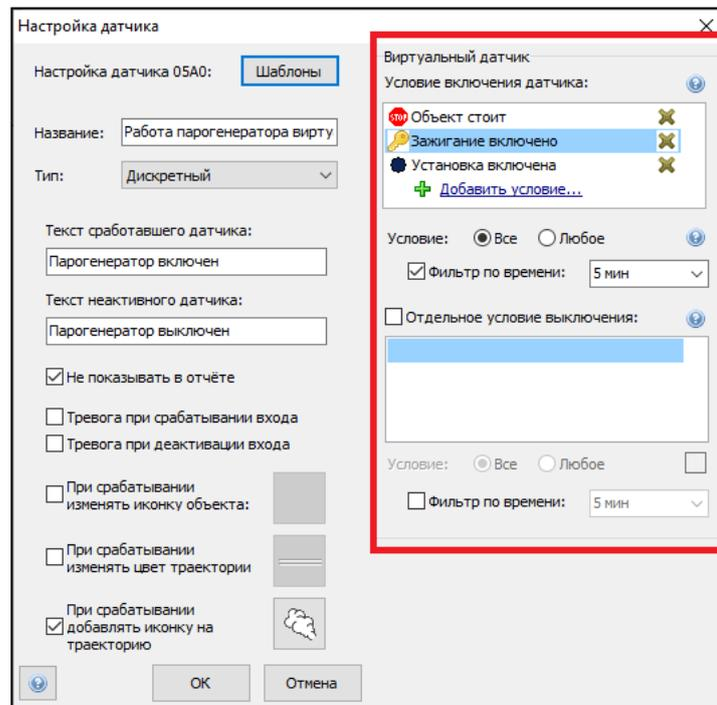

Рис. 64.
2.10.3. При данном методе настройки необходимо произвести проверку соответствия условий включения датчика. Рис. 64.